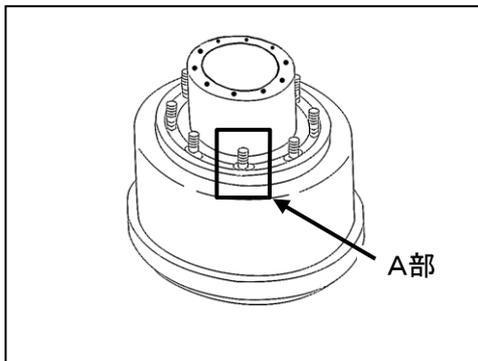

図1 ハブ、ドラム
- 1) ハブの摩耗部と未摩耗部との段差（図1のA部）をシクネスゲージにて測定する。